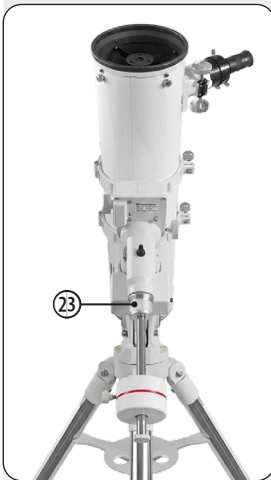

Fig. 25: Parallaktische Grundposition (Frontansicht)
2. Wenn bisher noch nicht geschehen, richten Sie den gesamten Teleskopaufbau so aus, dass das Stativbein, unter der Gegengewichtsstange (ungefähr) Richtung Norden weist. Öffnen Sie dann die DEC-Klemmung (23), so dass sich der optische Tubus schwenken lässt. Drehen Sie den Tubus nun solange, bis er in Richtung Norden zeigt. Schließen Sie die Klemmungen wieder. (Fig. 25)
3. Wenn bisher noch nicht geschehen, bestimmen Sie den Breitengrad Ihres Beobachtungsortes. Benutzen Sie die Breitengradeinstellschrauben (16) um die Teleskopmontierung so einzustellen, dass der Zeiger genau auf die richtige Breite ihres Beobachtungsortes auf der Breitengradskala (16a) zeigt.